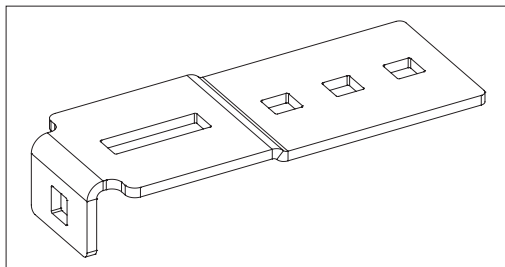

Рис. 7.4. Кронштейн мерной планки
- Собрать мерную планку, для чего установить с торцов перемычки кронштейны мерной планки (рис.7.4) и закрепить их при помощи двух болтов М8х25 с полукруглой головкой и гаек с буртиком (рис.7.5).